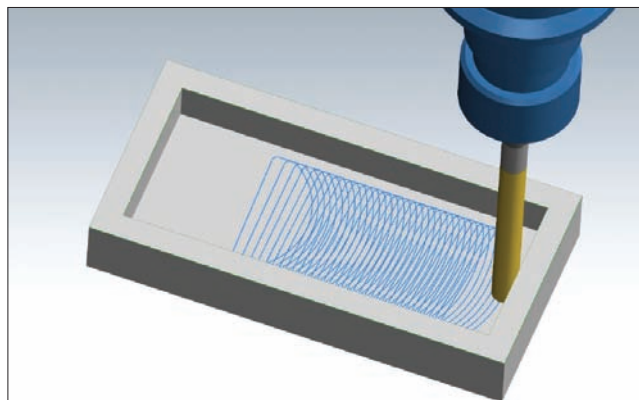

Рис. 5. Динамический съём основного материала вдоль дальней стороны кармана
- съём основного материала (рис. 5);